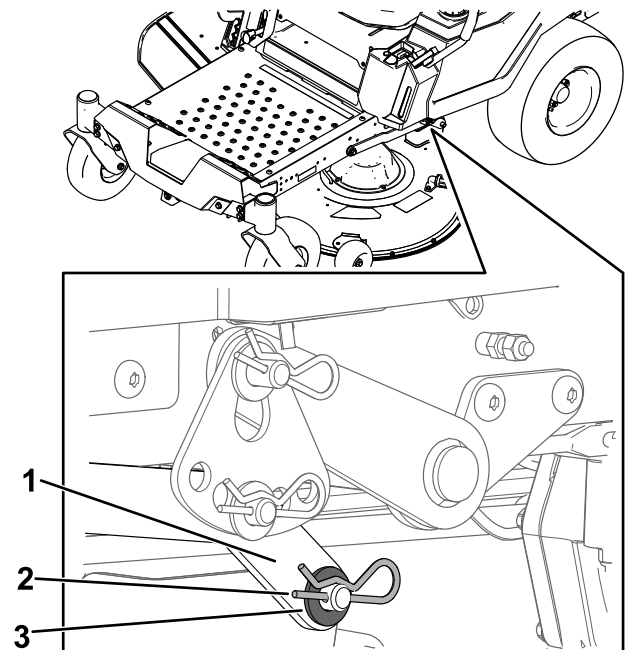

Figure 66
6. D'un côté de la machine, retirez la rondelle et la goupille fendue de l'axe du tablier (Figure 66).
- Déposez le bras de levage de l'axe du tablier (Figure 66).
- D'un côté de la machine, soulevez l'arrière du tablier de coupe et installez le bras de levage sur l'axe du tablier (Figure 66).
- Installez le bras de levage avec la rondelle et la goupille fendue (Figure 66).